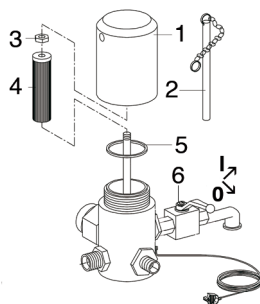

Imagen 9.3.1
- Para descargar la presión, abra la llave de descarga (Imagen 9.3.1, pos. 6).
- Desenrosque el tapón (Imagen 9.3.1, pos. 1) con la llave de pipa (Imagen 9.3.1, pos. 2).
- Afloje la tuerca con la llave fija (Imagen 9.3.1, pos. 3) y retire el elemento filtrante (Imagen 9.3.1, pos. 4).
- Cambie la junta tórica cuando no sea estanca (Imagen 9.3.1, pos. 5).